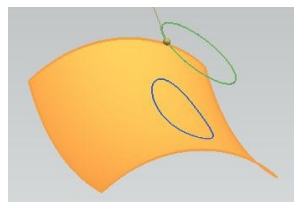

Рис.90
- В случае проецирования способом «*Вдоль нормали к грани*» вы получите результат, как на рис.90.